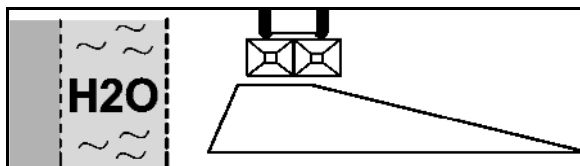

Fig. 71
Indstillingsværdierne fremgår af spredetabellen (Fig. 71).
2. Skyd begrænsningsskærmen så langt ind på føringsbøjlen (Fig. 73/1), at viseren (Fig. 73/2) peger på den indstillede værdi fra spredetabellen (Fig. 71).